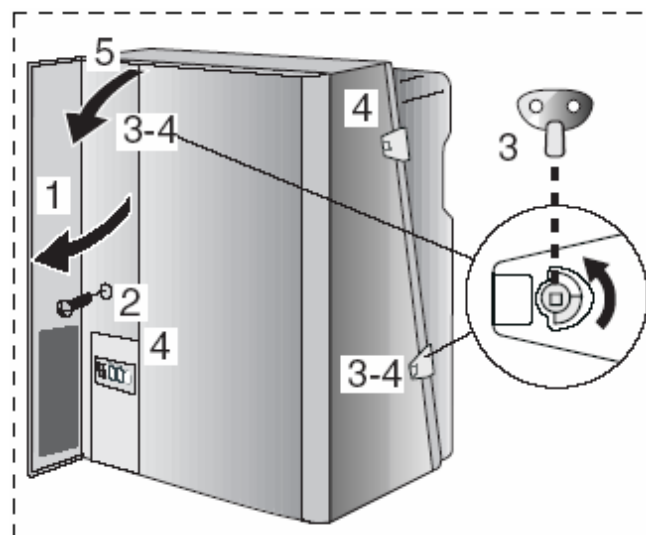

Рис. 2 Снятие обшивки
- Открыть крышку пульта управления (рис. 2, поз. 1).
- Удалить винты (рис. 2, поз. 2).
- Оба байонетных замка отвернуть ключом воздушника на четверть оборота (рис. 2, поз. 3).
- Открыть защелки (рис. 2, поз. 4).
- Снять обшивку вперед (рис. 2, поз. 5).